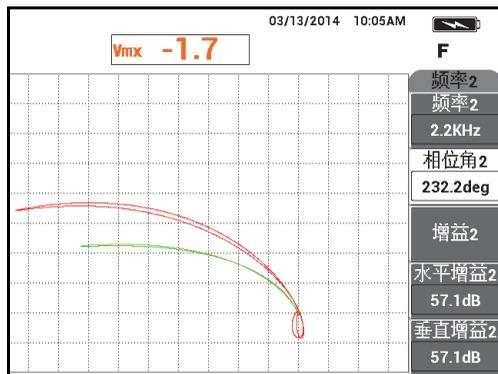

图 5-122 紧固件的扫查结果
12. 扫查下一个紧固件，移动的探头要完全覆盖住紧固件，然后按冻结键 ()。得到的信号应该与第 200 页的图 5-122 中的示例相似。